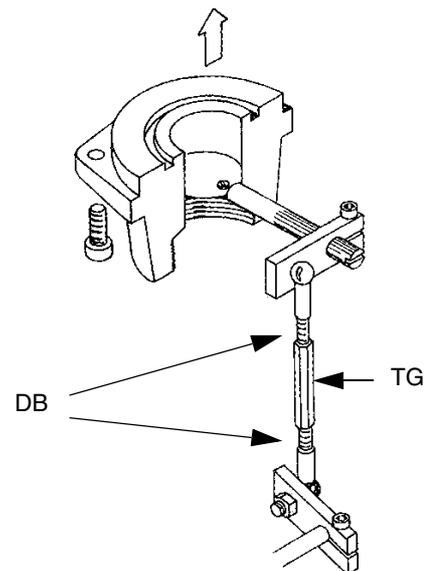

Fig. 27
- 3 Porter le brûleur sur 1 ère allure. Pour modifier le débit de gaz, desserrer les écrous DB (Fig. 27) et régler l'angle d'ouverture de la vanne papillon en tournant le bras TG (en tournant dans le sens des aiguilles d'une montre, le débit augmente; en tournant dans le sens inverse, il diminue). La fente sur le pivot de la vanne papillon indique l'angle d'ouverture par rapport à l'axe horizontal (Fig. 29).